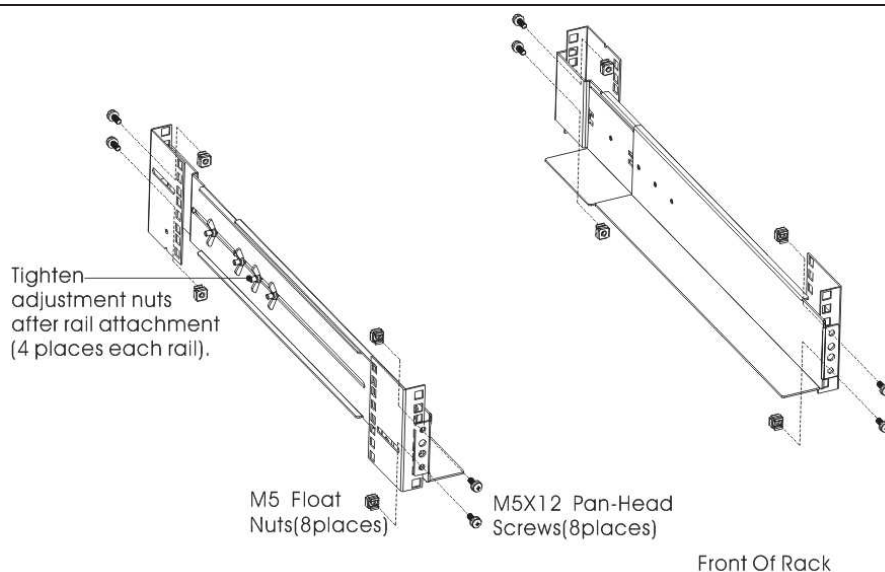

FIG.4 Fissaggio delle guide
2. Scegliere il corretto spazio nel rack per il posizionamento dell'UPS (vedi FIG. 4). Le guide occupano 4 posizioni sul fronte e retro del rack.